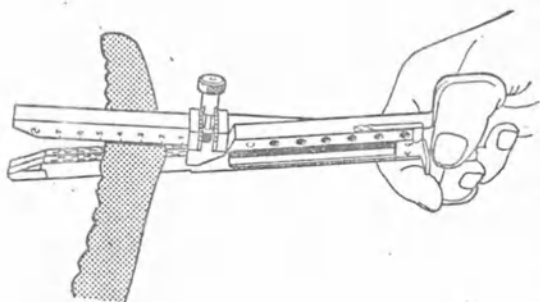

Рис. 12. Расположение органов на губках шователя
7.2.1. Развести губки сшивателя и между ними расположить ушиваемый орган (рис. 12).